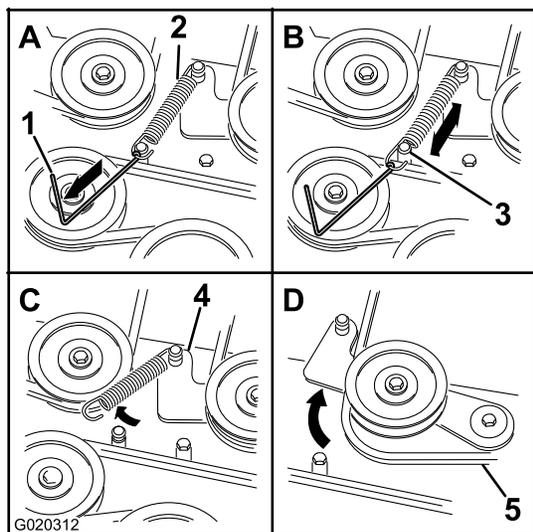

Figura 69
- Usando una herramienta para la retirada de muelles (Pieza Toro N° 92-5771), retire el muelle tensor del espárrago de la carcasa para eliminar la tensión de la polea tensora (Figura 69).
1. Pase la correa nueva alrededor de las poleas del cortacésped y de la polea del embrague, debajo del motor (Figura 69).
2. Usando una herramienta para la retirada de muelles (Pieza Toro N° 92-5771), instale el muelle tensor sobre el gancho de la carcasa y tense la polea tensora y la correa (Figura 69).